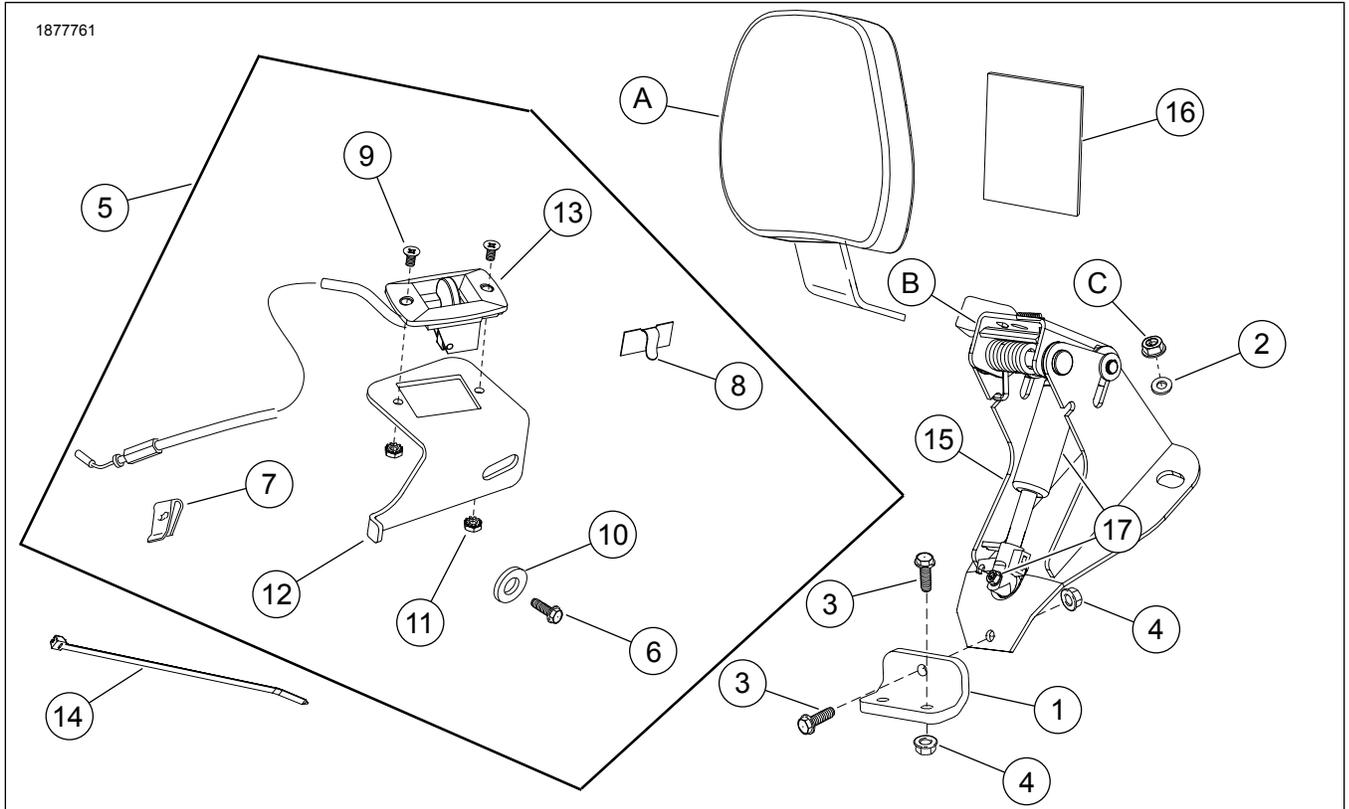

图1。套件内容：FL可调式骑手靠背安装硬件套件
9. 参见图1。将执行器手柄( 13 )与拉索安装到执行器手柄支架( 12 )，使拉索在安装时指向下方。